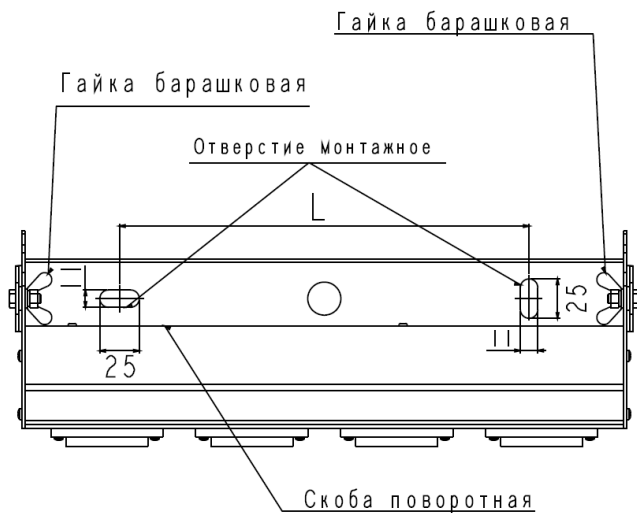

Рис.1
- Размеры монтажных отверстий и их положение указаны на рис.1, расстояние между монтажными отверстиями: